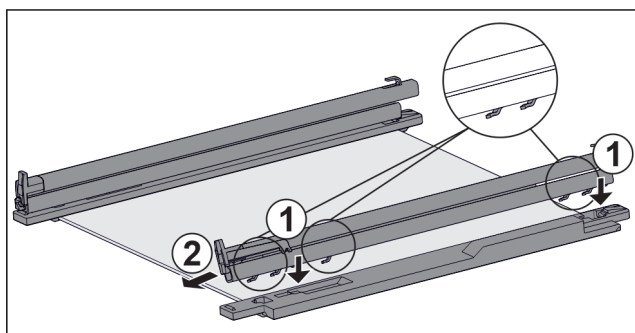

Fig. 160 Skleněná deska s kolejničkami a přídržnými díly
- Nasadte háčky kolejničky na otvory **levého** přídržného dílu. Fig. 160 (1)
- Vytáhněte kolejničku dopředu. Fig. 160 (2)
- Nasadte háčky kolejničky na otvory **pravého** přídržného dílu. Fig. 160 (1)